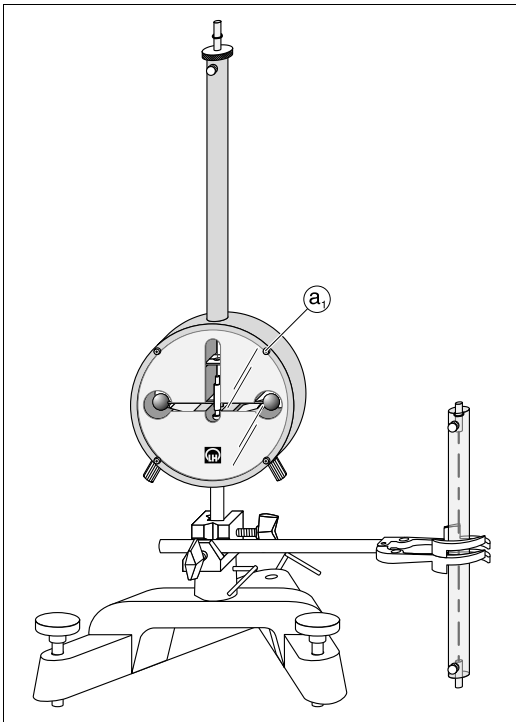

Fig. 8.1
- Drehwaage (mit arretiertem Pendelkörper) so in einem nivelierbaren Stativfuß (z. B. 300 01/06) aufbauen, daß sich die Rückseite vorne befindet; Schutzrohr mit Ersatz-Torsionsband (683 21) zur sicheren Handhabung in einer Klemme halten (Fig. 8.1).